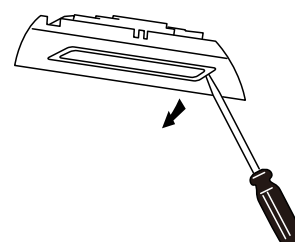

Fig. 3
- Método 2. Use un destornillador recto para subir el borde inferior de la luz LED, consulte la fig. 3. Luego saque ligeramente la luz LED y el cable de conexión de la luz. Consulte la figura 2.